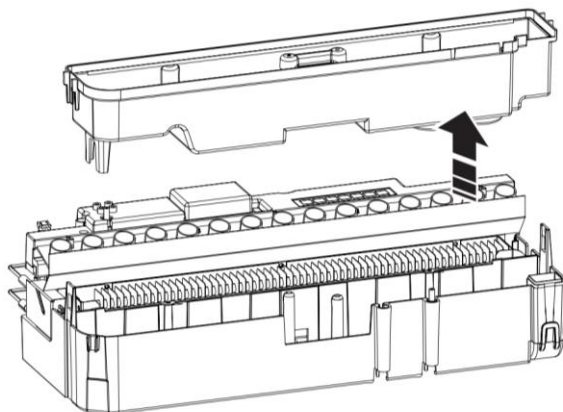

Fig 31
6. Til de opvangbak voorzichtig op (afb. 31) en zorg ervoor dat de bak waterpas blijft om geen water te morsen. Zet de opvangbak in de gootsteen.